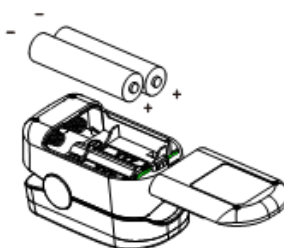

Figura 3. Instalarea bateriei pentru modelele FS10/20
- Apăsați capacul bateriei orizontal de-a lungul săgeții, după cum este indicat în figura 3.